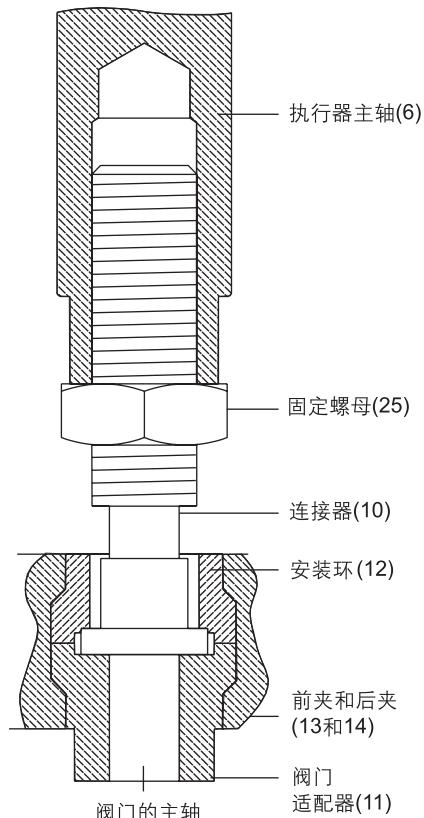

图6 执行器适配器，阀门适配器
如要调整弹簧的设定值，参考图6以及以下步骤：
- 保持阀门的阀芯在阀座上时调整阀门连接器（10），直至其能紧紧压在阀门适配器（11）上，拧紧锁定螺母（25）。参考图6的正确安装
- 保持阀门的阀芯在阀座上时调整阀门适配器（11），直至其能紧紧压在阀门连接器（10）上，参考图6的正确安装